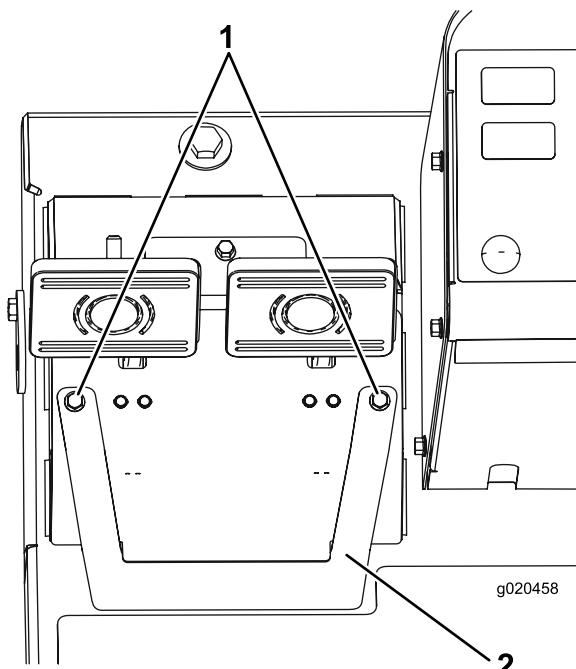

Figura 66
- Afloje los 2 tornillos de montaje y retire la tapa de ajuste de los frenos (Figura 66).